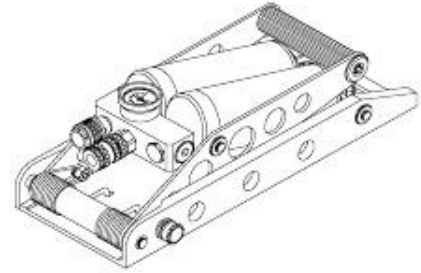

Abb. 1-18. Manueller Kompressor
d. Manueller Kompressor - Bestellnr. 22-800400 (Abb. 1-18). Der manuelle Zweizylinder-Kompressor (800 cm³) stellt eine Druckluftquelle zum Ausfahren der Stützen dar. Der Kompressor verfügt über ein federgespanntes Fußpedal, eine Schnelltrennarmatur und ein zweistufiges Drehschieberventil zur Trennung eines Zylinders, wodurch sich der Förderdruck auf das Doppelte erhöht und die Fördermenge auf die Hälfte verringert.